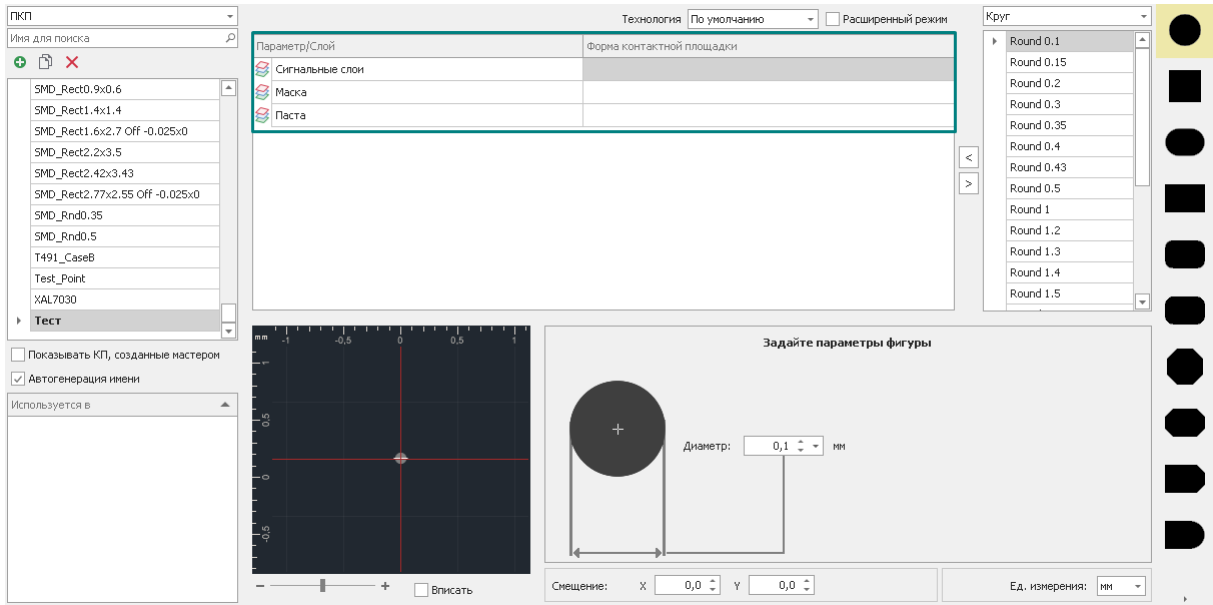

Рис. 41 Слои контактной площадки
1. Выбрать слой в списке слоев контактных площадок, например, «сигнальные слои», см. Рис. 41.